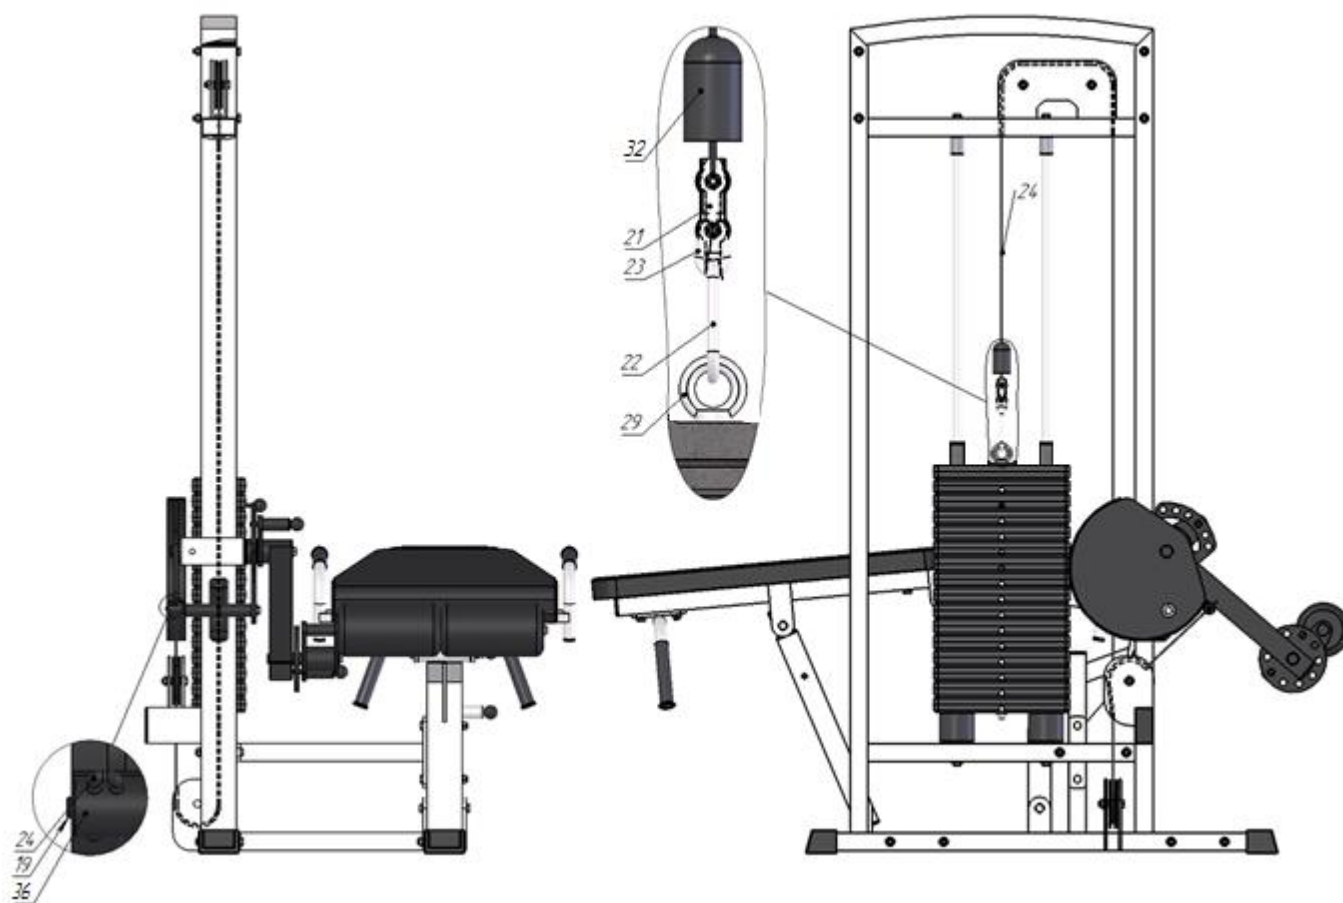

Рис.5
5. Возьмите один свободный конец троса (24), проденьте его через ограничитель (33); затем вложите трос в зажим Duplex (21), обогнув в нем болты с одной стороны; далее оберните трос вокруг коуша (23) и вернитесь в зажим (21), снова обогнув болты, но с другой стороны. Затяните как можно сильнее планку зажима. При помощи карабина (22) сцепите верхний груз (29) и зафиксированный конец троса. Затем пропустите трос (24) согласно схеме: сначала через верхний двойной блок, затем опустите до нижнего блока и обогните его; после вывода троса из нижнего блока, смените плоскость хода троса на перпендикулярную заданной изначально: уводя трос на средний блок; со среднего блока протяните трос к узлу подъема ног. На узле подъема ног заведите трос в одно из отверстий «законцовки», сделав петлю заведите трос во второе отверстие, зафиксируйте трос установочным винтом M10x12 (19) (рис.5).